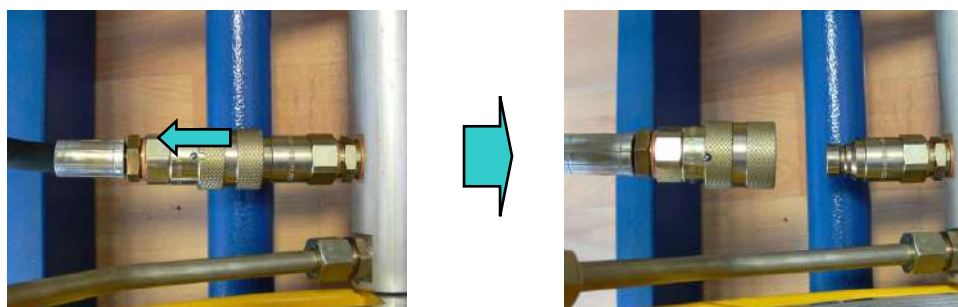

Рис. 7.6
- сдвинуть вращающуюся часть в направлении шланга (от станины), см. рис. 7.6.